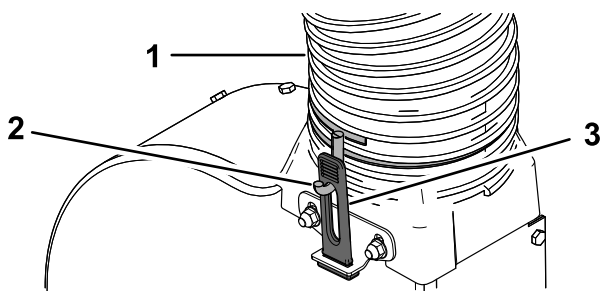

Bild 10
4. Ziehen Sie die Schlauchklemme auf das andere Ende des neuen Schlauches mit 2 bis 3 Umdrehungen fest (**Bild 10**).